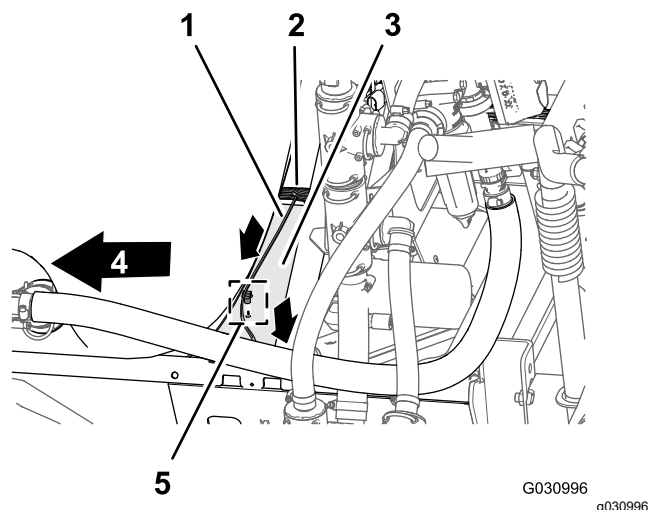

Рисунок 100
1. Проложите от жгута проводов ответвление длиной 86 см для электромагнита насоса опрыскивателя через верхнюю часть швеллера рамы опрыскивателя и вниз к электромагниту насоса опрыскивателя (Рисунок 100).
2. Вставьте вставной держатель ответвления длиной 86 см жгута проводов в отверстие швеллера рамы опрыскивателя (Рисунок 100).